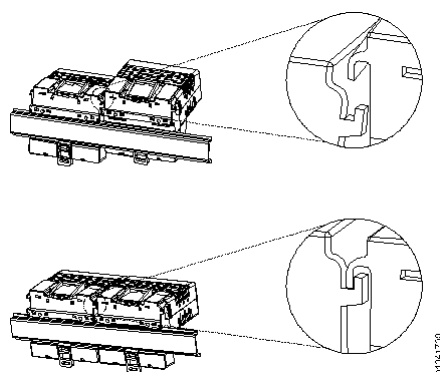

Figura 53: Gancho ao lado esquerdo das bases
5. Certificar-se que o gancho, existente no lado esquerdo das bases, esteja engatado na base à esquerda (ver Figura 53);